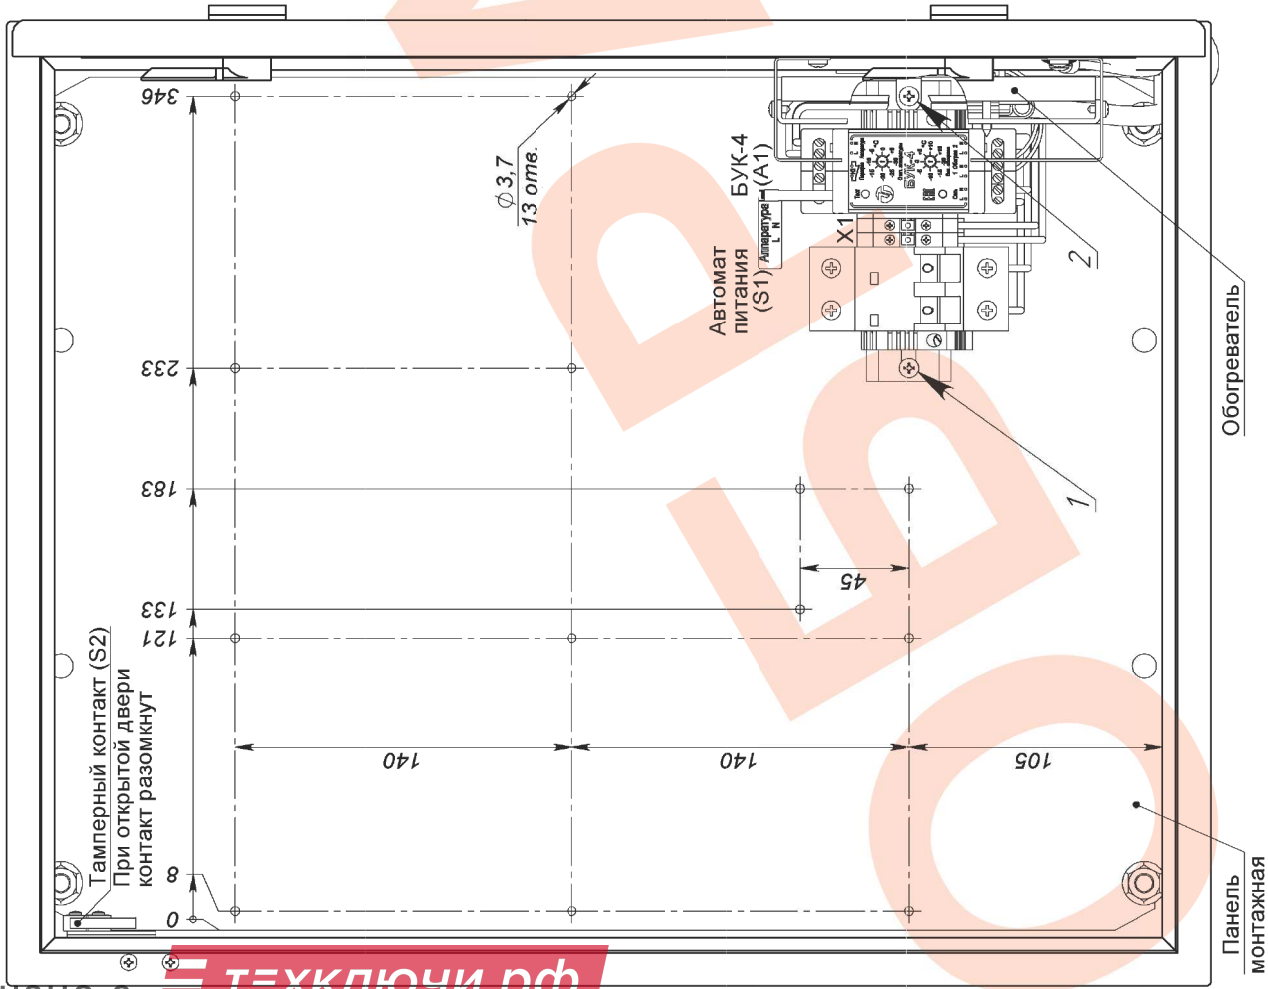

Рис.1. Устройство термошкафа (дверь открыта на 90°)
Для установки в термошкаф телевизионного (электронного) оборудования необходимо извлечь монтажную панель (рис.1), для чего необходимо:
3. Снять с монтажной панели DIN-рейку с установленными на ней автоматом питания S1, клеммами X1 и блоком управления климатом БУК-4 (А1), выкрутив крепежные DIN-рейку саморезы 1 и 2 (рис.1).
2. Подключить телевизионное (электронное) оборудование к клеммам X1, при этом фазный провод (L) соединить с контактом 1.1, нулевой провод (N) с контактом 2.1.
3. Подключить тапмерный контакт S2 (рис.1) к внешнему устройству сигнализации.
5. Подключить кабель питания к входу автомата питания S1, при этом фазный провод (L) соединить с контактом 1, нулевой провод (N) с контактом 3.